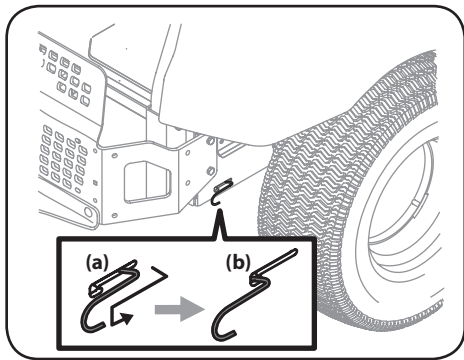

Figure 4-7
1. Repérez les tiges de dérivation des transmissions à l'arrière de l'appareil, près du côté intérieur de chaque pneu arrière. Voir Figure 4-7.
2. Pour déplacer l'appareil manuellement sans le démarrer, engagez les tiges de dérivation des transmissions qui se trouvent à l'arrière, de chaque côté de l'appareil. Pour engager les tiges de dérivation, tirez sur chaque tige (a) et accrochez la tige dans le trou (b) pour la fixer. Voir Figure 4-7.
3. Après avoir déplacé l'appareil, effectuez les étapes (a) et (b) dans l'ordre inverse pour désengager les deux tiges de dérivation. Voir Figure 4-7.